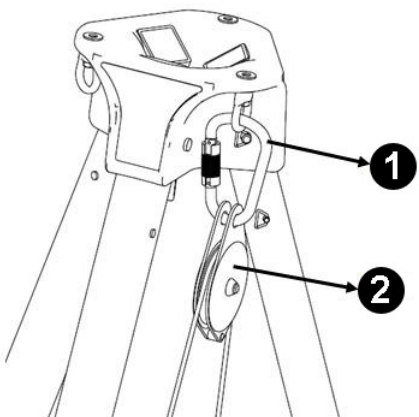

Fig. 4
- Suspendre le porte-mousqueton et la poulie aux ancrages de la tête du trépied, sur le côté. Consulter la Fig. 4. Le mousqueton de la poulie doit être suspendu vers l'intérieur de l'intérieur du trépied.